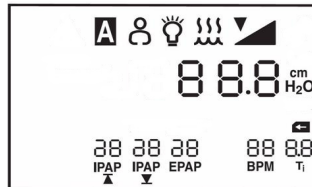

Figura 6-5 Tela Monitoração
2. Pressione a tecla  para que o dispositivo mude para o estado operacional (e para ligar o fluxo de ar). A tela Monitoração exibida na Figura 6-5 aparece.